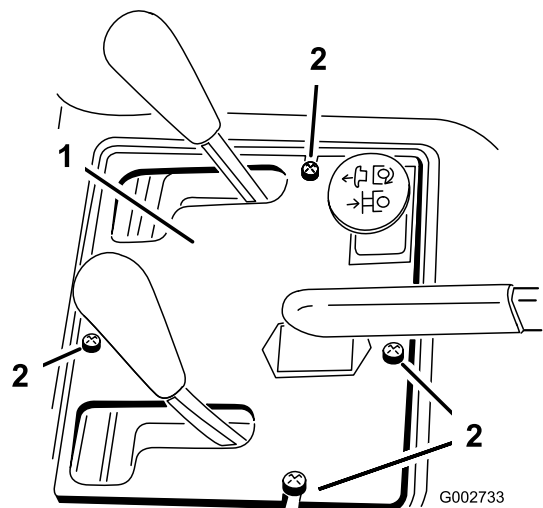

Figure 37
2. Retirez les 4 vis qui fixent le panneau de commande sur le cadre (Figure 37).